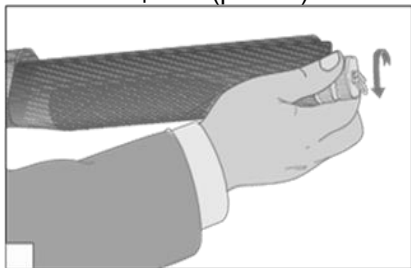

Рис. 13
- открутите гайку цевья (против часовой стрелки) и снимите ее (рис.13).